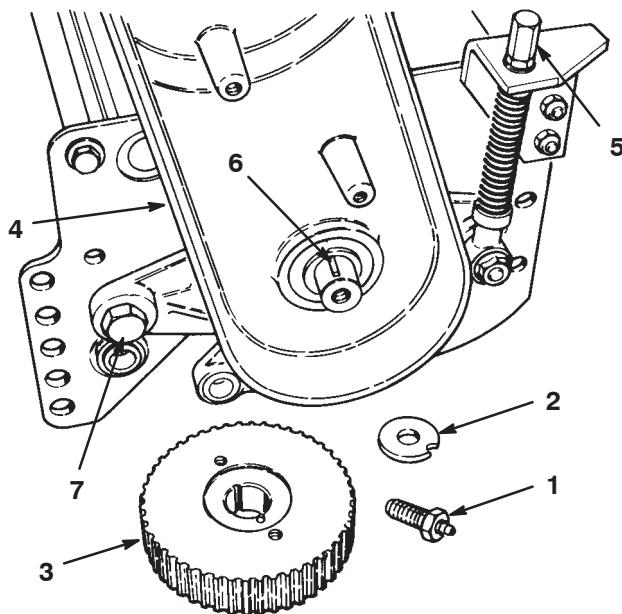

Figure 31
- Retirez la vis du cylindre, la rondelle dentée et la rondelle de poulie de l'arbre de cylindre (Fig. 31).
- À l'aide d'un extracteur, déposez la poulie menée de l'arbre du cylindre (Fig. 31). Déposez la clavette Woodruff de l'arbre de cylindre.
- Déposez l'ensemble de réglage et l'écrou conique, la rondelle Belleville et le boulon à épaulement qui fixent le carter à la plaque latérale (Fig. 31). Déposez le carter.
10. Vérifiez que la fente de la rondelle de poulie est alignée avec la goupille cylindrique dans la poulie et posez la rondelle, la rondelle dentée et la vis du cylindre (Fig. 31). Appliquez du frein-filet de moyenne résistance sur la vis de cylindre lors du montage. Serrez la vis à 61–75 Nm.